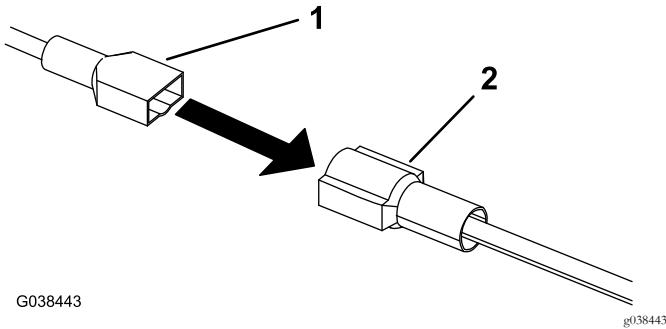

Bild 13
3. Stecken Sie das Lüsterterminal in eine der roten unbelegten Kabel vom Sicherungsblock (Bild 13).